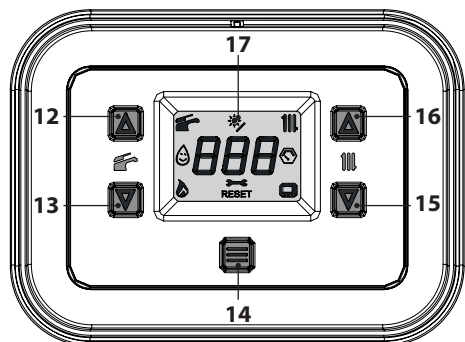
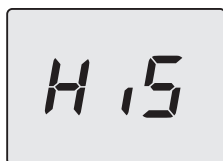
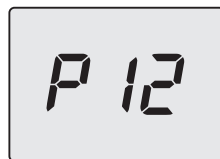
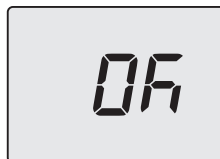

Figura 5.39
Figura 5.40
Figura 5.43
Figura 5.44
- Entrare in "modalità programmazione" premendo contemporaneamente per 5 secondi i tasti 13 e 15 (Figura 5.39) fino a far apparire sul display LCD le lettere **HiS** che indicano il menu "Storico delle caldaie" (Figura 5.40).
- Premere per 1 sec. il tasto 14 (Figura 5.39) per entrare nel parametro selezionato. Il display visualizzerà quanto segue (Figura 5.43).
- Premendo il tasto 14 (Figura 5.39) si ottiene la conferma del valore inserito. Il display visualizzerà per 5 sec. quanto segue (Figura 5.44) poi, si porterà al livello superiore.
- Premendo contemporaneamente i tasti 13 e 15 (Figura 5.39) si esce senza modificare il valore (ritorno al livello precedente).
- tenere premuti contemporaneamente i tasti 13 e 15 per 5 sec. (Figura 5.39) (ritorno al livello precedente).